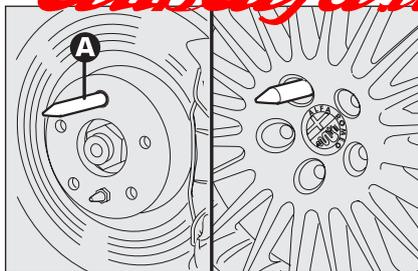

fig. 9
- avvitare il perno di centraggio **A-fig. 9** in uno dei fori dei bulloni di fissaggio presenti sul mozzo ruota;
- svitare il perno di centraggio **A-fig. 9** ed avvitare l'ultimo bullone di fissaggio;